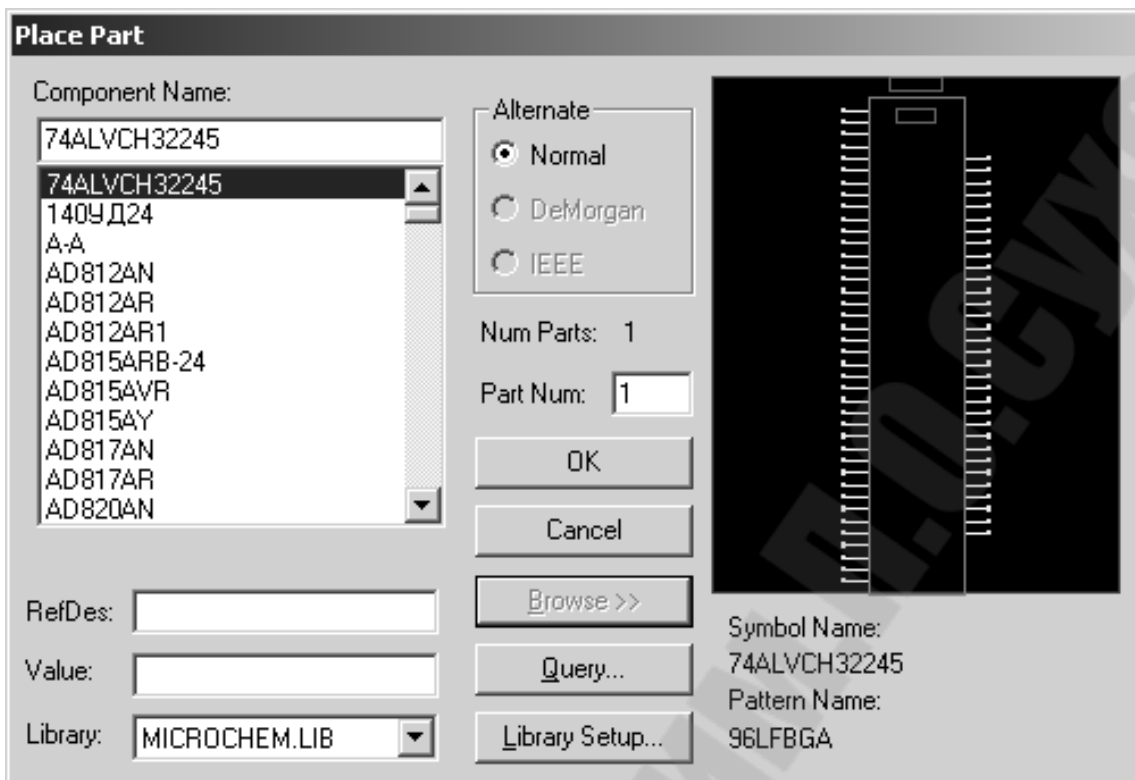

Рис.4.2. Размещение символов на ПЭС
- 5) Разместить символы с помощью команды Place Part (рис.4.2.), выбрав в своей библиотеке необходимый символ. При этом необходимо соблюдать нумерацию позиционных обозначений РЭК: сверху вниз и слева направо.